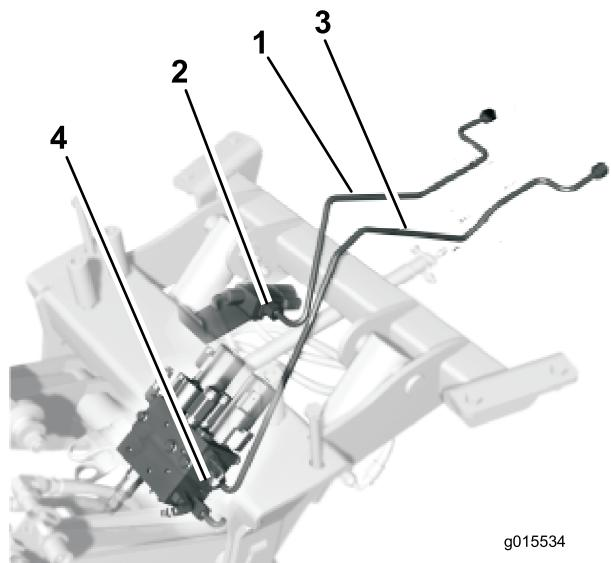

Figura 4
- Conecte provisionalmente el tubo hidráulico más corto al acoplamiento recto de la válvula (Figura 4).
- Conecte provisionalmente el tubo hidráulico más largo al acoplamiento recto del colector (Figura 4).
- Pase el tubo hidráulico más corto (Figura 4) alrededor y por encima de la varilla de control de tracción.